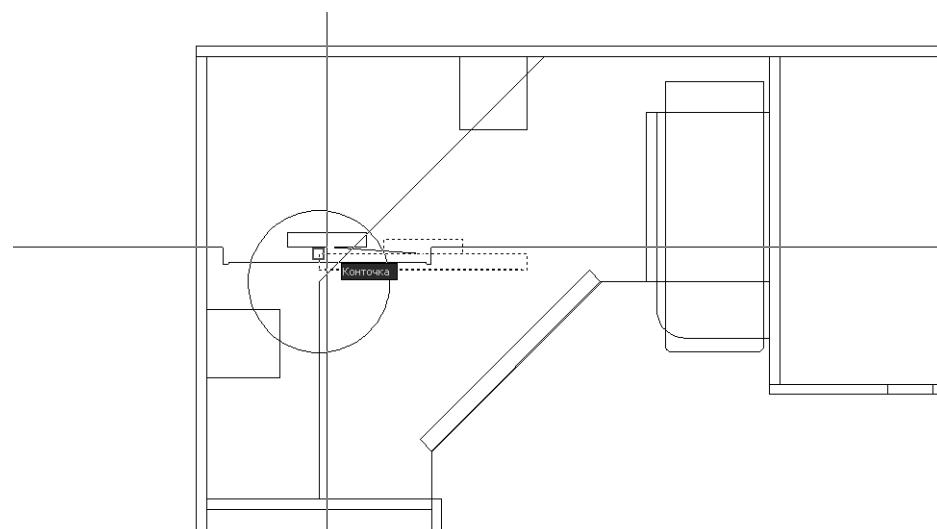

Рис. 5.22 ▼ Выбор точки для перемещения трех объектов с использованием режима привязки **Конточка** (Endpoint)
- AutoCAD в командном окне предложит задать расстояние перемещения. Включите режим привязки **Конточка** (Endpoint) и выберите левую точку верхней линии самого большого прямоугольника, как показано на рис. 5.22. Объекты будут перемещены на нужное место, а команда **Перенести** (MOVE) завершит работу.